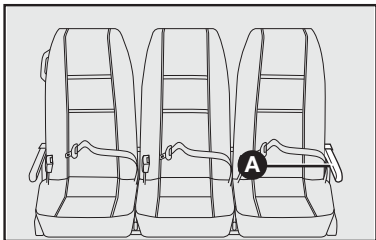

fig. 19
**NOTA:** quando há a presença do ar-condicionado suplementar para a versão minibus entre-eixos médio, o banco da 1ª fila é equipado com um apoio de braço móvel no lado da janela A-fig. 19.